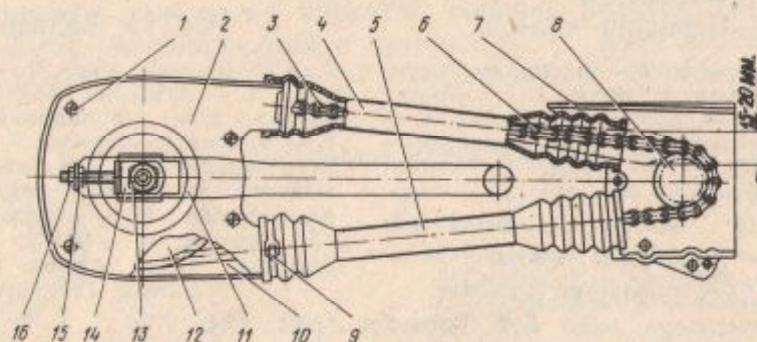

Рис. 13. Главная передача:
5.5. Главная передача (рис. 13)